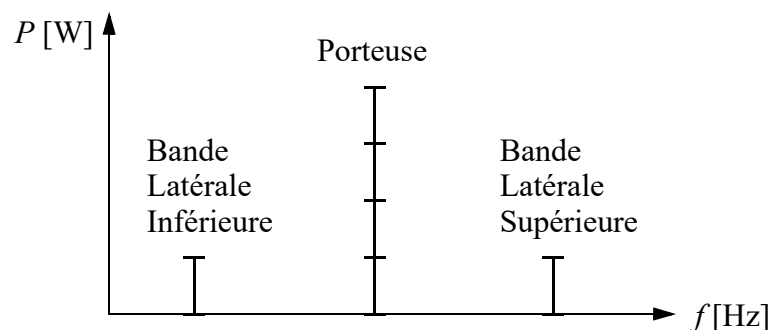

Figure 6.14 Puissances relatives dans la porteuse et les bandes latérales dans le cas de la modulation AM à 100%.
6.14 Si la porteuse vaut 1 ou 100%, la puissance dans chaque bande latérale vaut 1/4 ou 25%. Voir **Figure 6.14**.
Note : certains ouvrages mentionnent que si la puissance totale vaut 100%, la puissance dans les **deux** bandes latérales ensembles vaut 1/3, ce qui est équivalent et peut se voir sur la figure **Figure 6.14** ci-dessus.